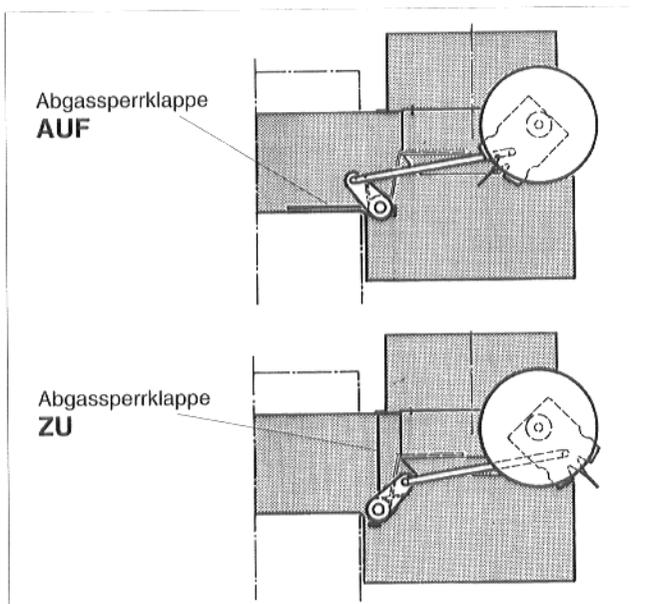

Abb. 11
17. Funktionsprüfung durchführen: Heizkessel in Betrieb nehmen (siehe Bedienungsanleitung des Heizkessels). Bei Wärmeanforderung muß die Abgassperrklappe in Stellung "AUF" gehen. Erst nachdem die Endstellung "AUF" erreicht ist, darf der Brenner in Betrieb gehen (Abb. 11).